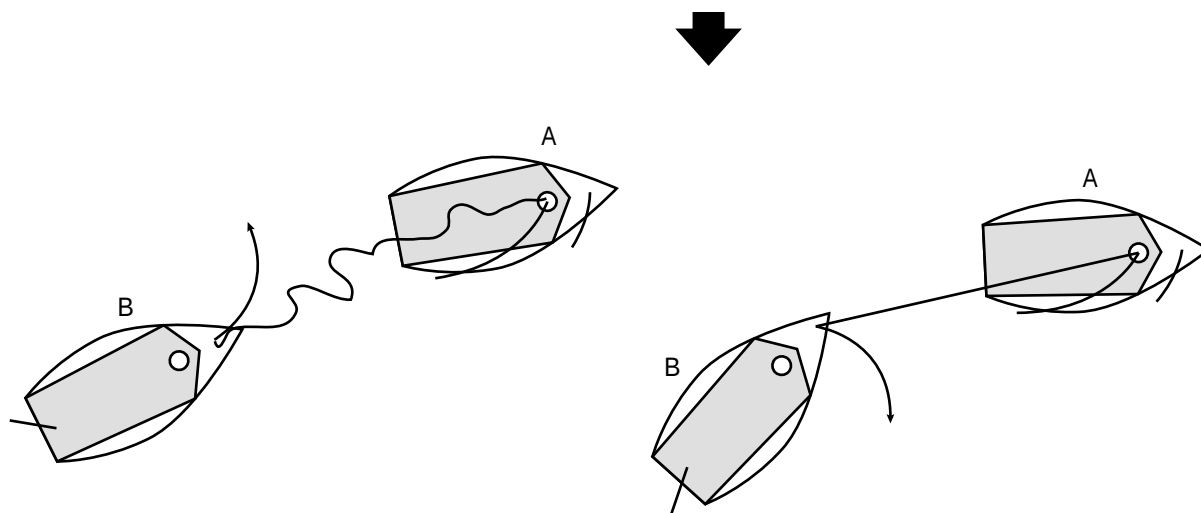

Fig. 63: slepen: de tros ontspant
- De gesleepte boot zorgt steeds voor spanning op de tros. Wanneer de tros zich ontspant, zal de gesleepte boot naar de wind toesturen (fig. 63). Daarna valt hij weer langzaam af naar het kielzog van de sleper.